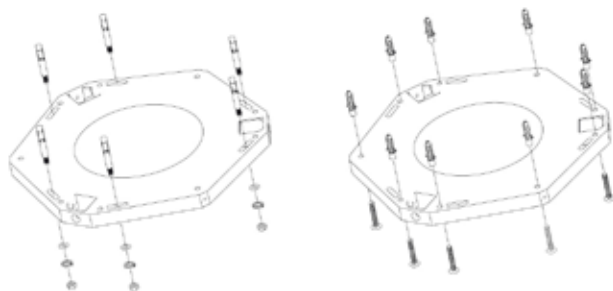

Fig. 26
- Fixar novamente o suporte de fixação utilizando os 6 parafusos tipo chumbador, arruelas lisas de pressão e porcas (furos oblongos), e mais 9 parafusos auto-atarraxante (fig. 26).